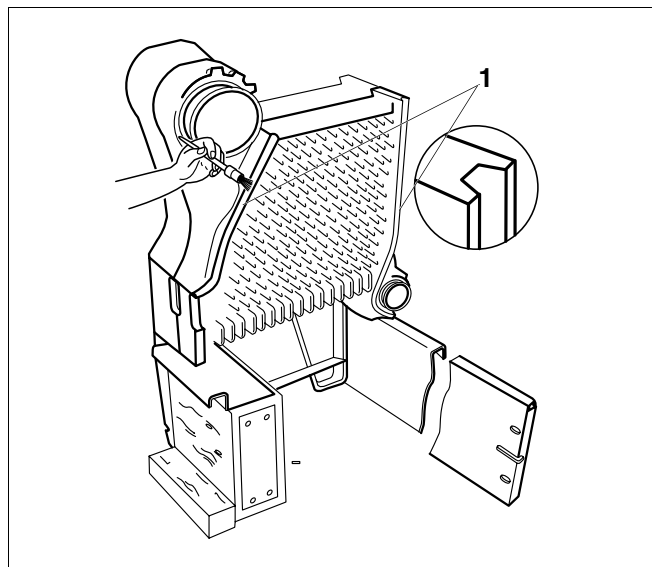

Fig. 10 Application du produit adhésif
Les rainures d'étanchéité (fig. 10, **pos. 1**) doivent être propres et sèches pour le collage du cordon d'étanchéité.
- Enduire les rainures de produit adhésif (primer) (fig. 10).